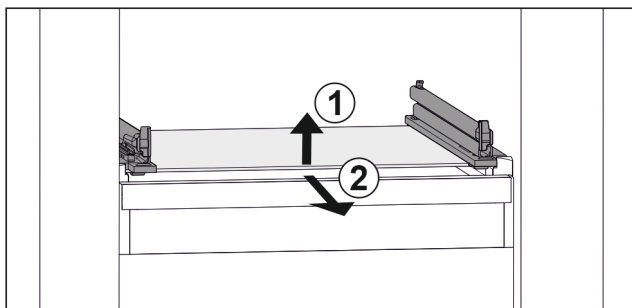

Fig. 149 Примерное отображение стеклянной пластины
- Приподнимите стеклянную пластину спереди. Fig. 149 (1)
- Извлеките стеклянную пластину движением вперед. Fig. 149 (2)